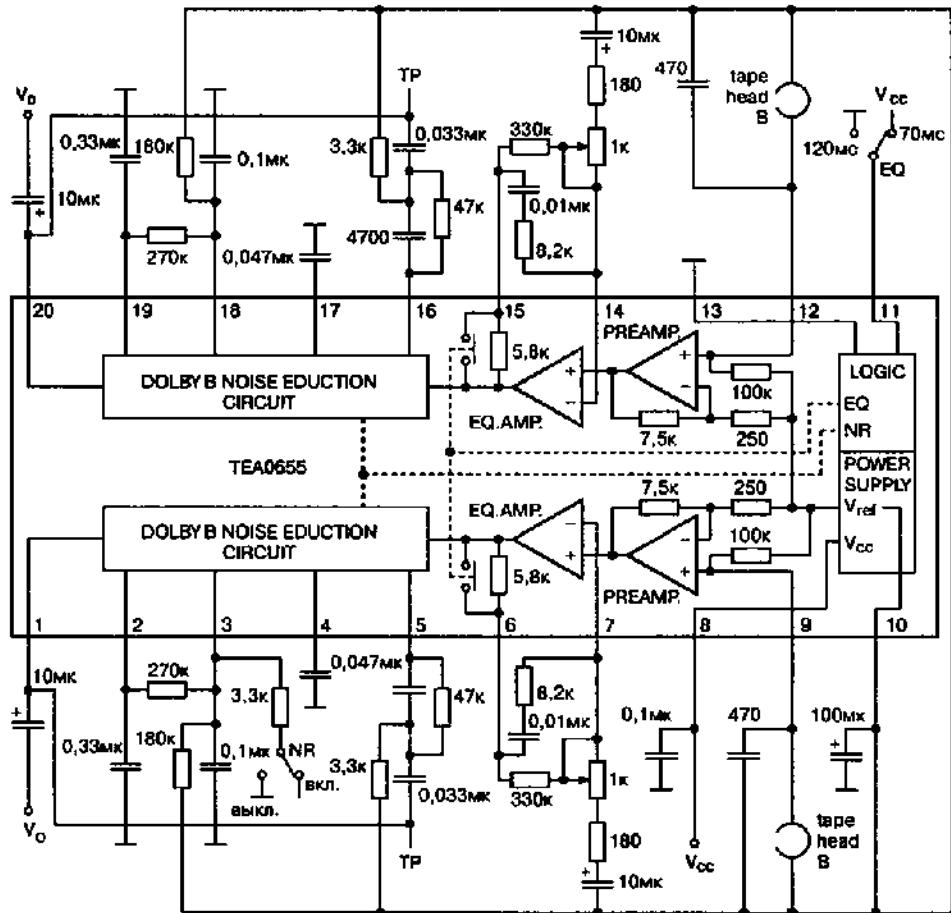

Рис. 2.21. Схема Dolby B на ИМС TEA0655
**TEA0655 (Philips).** Кроме двух каналов Dolby В декодера содержит усилители воспроизведения, т. е. это практически полный канал воспроизведения — подключил к головкам (tape head — рис. 2.21) и снимай линейный выход (выводы 1 и 20). Питание однополярное от 8 до 16 В, поэтому ИМС отлично вписывается в высококачественный автомобильный аудиокомплекс.
Типовой потребляемый ток 20 мА, коэффициент гармоник 0,08%, перегрузочная способность 15 дБ, минимальное сопротивление нагрузки 10 кОм. Собственно УВ обеспечивает входное сопротивление (выводы 9 и 12) 100 кОм, приведенное к входу напряжение собственных шумов (невзвешенное, полоса 20 Гц — 20 кГц, К.З. входа) 0,7 мкВ, выходное сопротивление 50 Ом, коэффициент усиления без ООС на частоте 400 Гц — 110 дБ, 10 кГц — 86 дБ. Секция Dolby-декодера имеет собственный уровень шумов —84 дБ, Dolby reference level = 387,5 мВ в контрольных точках TP (рис. 2.21) или на выводах 1 и 20.